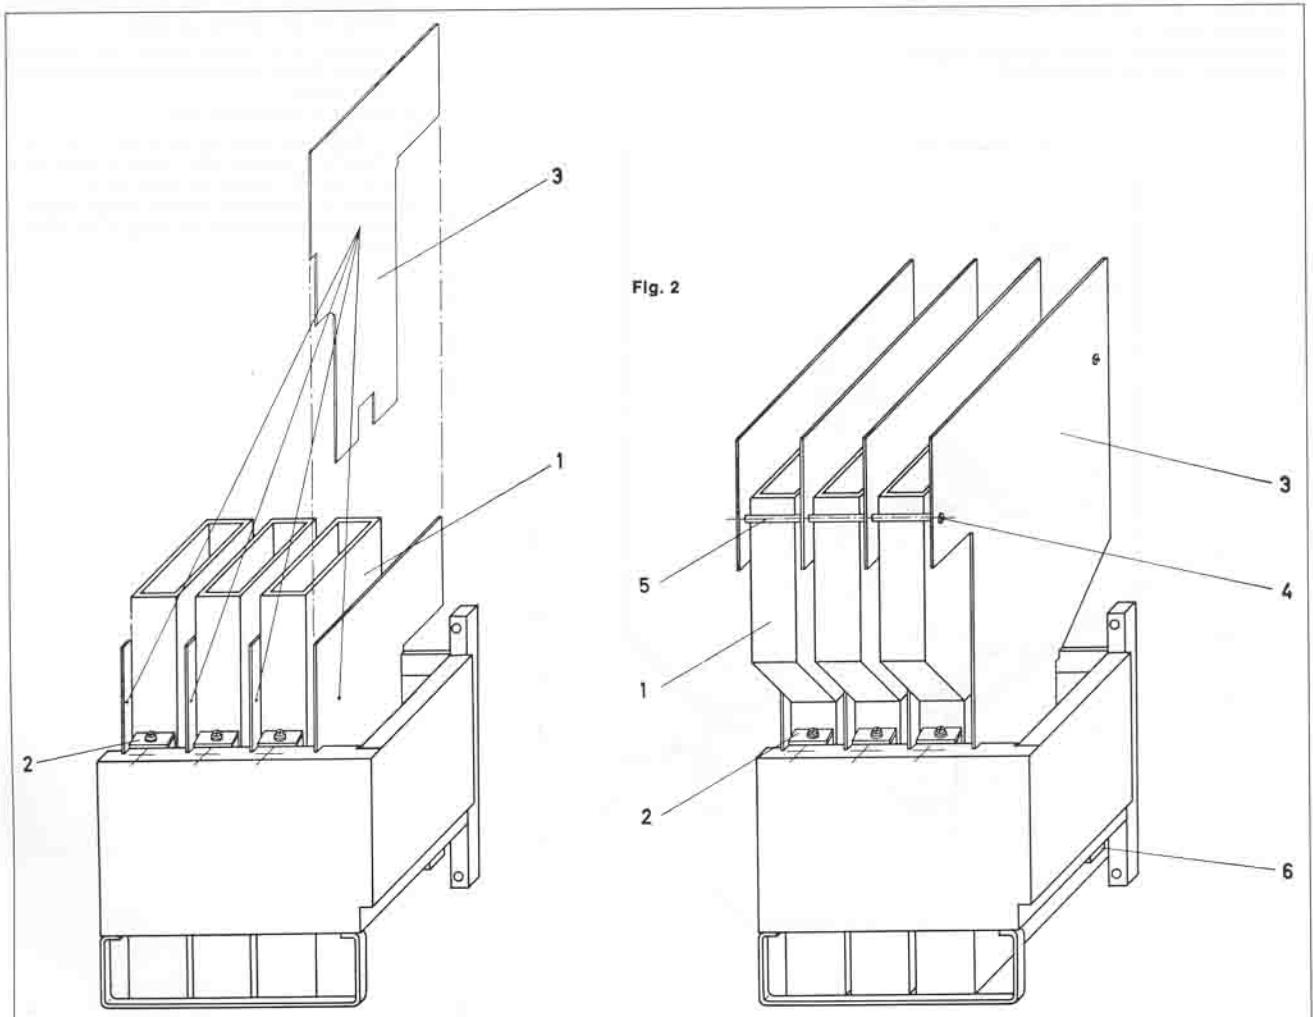

Fig. 1, Fig. 2
Vor Inbetriebnahme die Lichtbogenkammer (1) aufsetzen und mittels Halteblech (2) festschrauben. Trennwände (3) einsetzen. (Fig. 1 u. 2)
Before setting to work, put arcing chutes (1) in place with duly screwed-down holding clip (2). Insert partition walls (3) (see Fig. 1; 2).